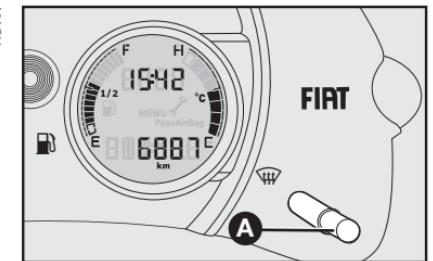

fig. 31
- Selecionar o hodômetro total através do botão **A**-fig. 31.